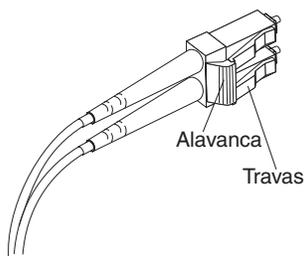

Figura 35. Alavanca e Travas do Cabo Fibre Channel LC-LC
1. No final do cabo que se conecta à extremidade do conector LC do adaptador de cabo LC-SC, pressione para baixo e segure a alavanca para soltar as travas. A Figura 35 mostra o local da alavanca e das travas.